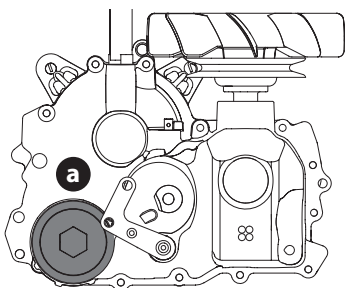

Figure 39
2. Placez un récipient approprié sous le couvercle du filtre à huile (a) de transmission. Retirez le couvercle du filtre à huile de transmission pour vidanger l'huile (Figure 39). Retirez et jetez le joint torique.
4. Remplacez le nouveau filtre et placez le nouveau joint torique sur le couvercle du filtre (a) (Figure 39).